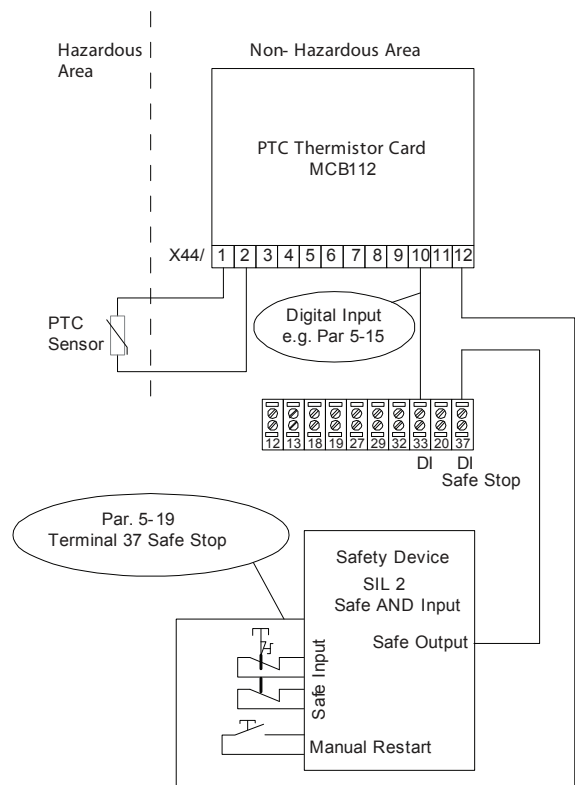

Abbildung 3.3 Kombination einer STO-Anwendung und einer MCB 112-Anwendung
- Die Verbindung vom Ausgang der Sicherheitsvorrichtung mit der sicheren UND-Logik zur STO-Klemme 37 muss gegen Kurzschluss geschützt sein, siehe *Abbildung 3.3*.
Abbildung 3.3 zeigt eine Neustart-Eingabe für die externe Sicherheitsvorrichtung. Bei dieser Installation können Sie Parameter 5-19 Klemme 37 Sicherer Stopp auf den Wert [7] PTC 1 & Relay W oder [8] PTC 1 & Relay A/W einstellen. Weitere Informationen entnehmen Sie dem MCB 112-Produktbuch.